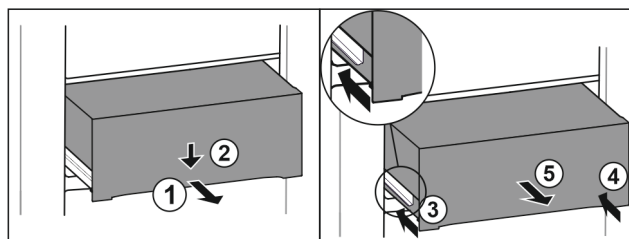

Fig. 212
- Estrarre il cassetto a metà. Fig. 212 (1)
- Premere il cassetto sul lato anteriore verso il basso. Fig. 212 (2)
- Spingere la guida sinistra di circa 2 cm verso l'interno. Fig. 212 (3)
- Spingere la guida destra di circa 2 cm verso l'interno. Fig. 212 (4)
- Rimuovere il cassetto tirandolo in avanti. Fig. 212 (5)